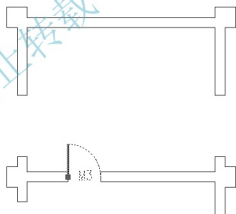

图 3.76 理解块的整体关系
(7) 在命令行无命令的状态下, 单击刚才插入的 “门” 图块, 结果如图 3.76 所示, “门” 图块整体变虚, 并在图块基点处显示蓝色夹点, 这说明组成图块的各因素形成了一个整体。